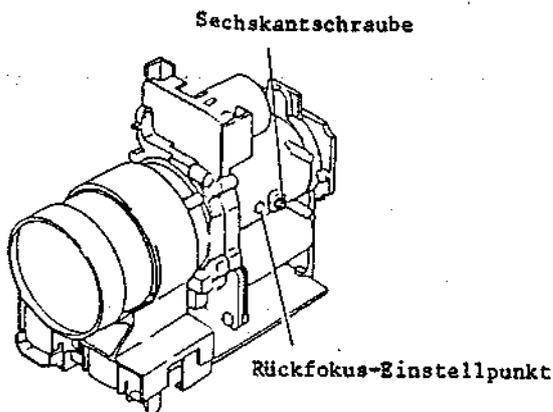

Abb. 4-4 Rückfokus-Einstellung
3. Die Sechskantschraube lösen (siehe Abb. 4-4).
6. Darauf achten, daß die Prüftafel sowohl bei Weitwinkel als auch bei Teleobjektiv scharf abgebildet wird, wenn der Fokussiering auf drei (3) Meter eingestellt ist.